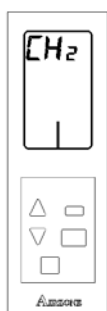

Fig. 113
- **Canal de comunicación *CH***: Canal de comunicación en el que transmite el sistema. Los valores están comprendidos entre 0-6. (Fig. 113)